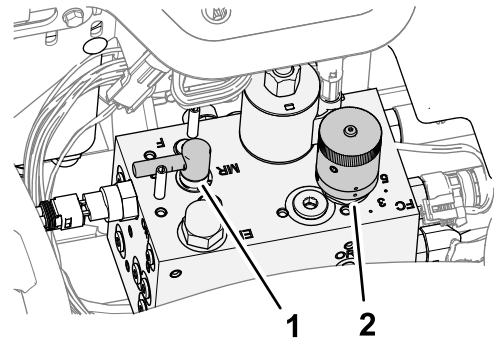

Figure 95
3. Amenez le levier de rodage à la position F (tonte) (Figure 95).